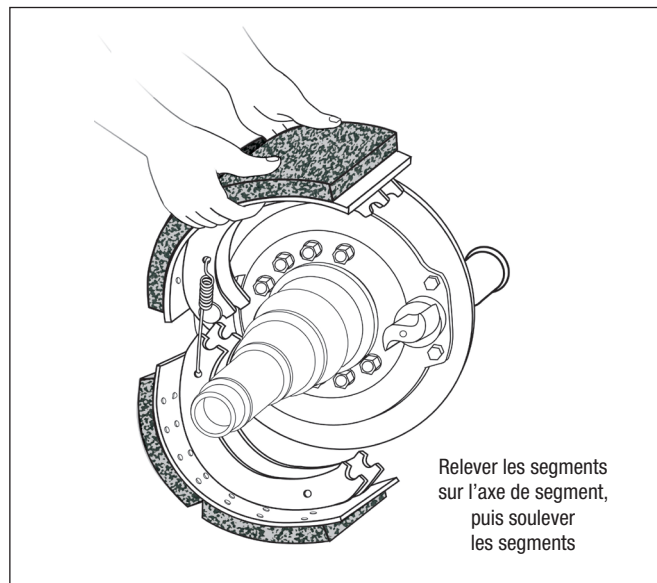

Figure 15 – Dépose des segments
7. Relever les segments sur l'axe et les enlever du véhicule. Cf. Figure 15.